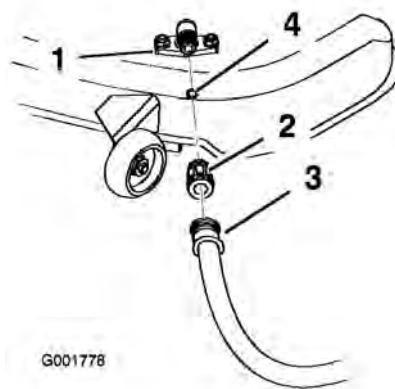

Bild 55
- Montieren Sie die Schlauchkupplung auf die Kupplung am Mähwerk-Spülanschluss und drehen Sie das Wasser mit starkem Druck auf (Bild 55).